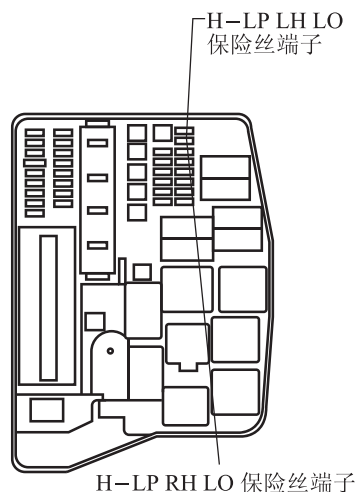

图1-26 保险丝位置
①将 H-LP MAIN 保险丝安装到发动机室继电器盒中。
②从发动机室接线盒中拆下 H-LP LH LO 保险丝和 H-LP RH LO 保险丝（图1-26）。
③根据表1-2测量各保险丝加载槽与车身搭铁之间的电压，若正常则维修或更换线束或连接器（保险丝 - 车身搭铁）。